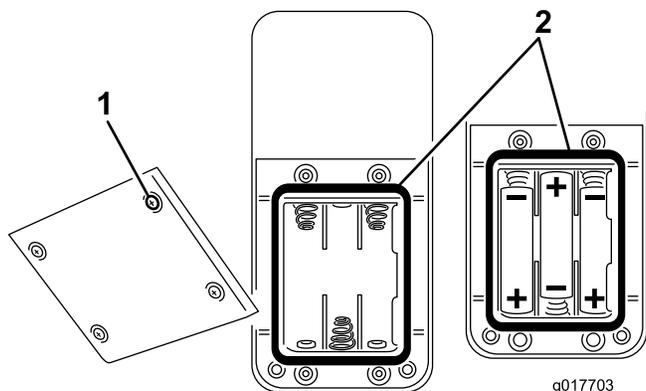

Bild 31
2. Legen Sie drei neue AAA-Batterien ein, wenn Sie Batterien in ein leeres Batteriefach einsetzen. Achten Sie auf die Ausrichtung der Batterien, wie in Bild 31 dargestellt.
3. Wenn Sie alte Batterien auswechseln, entfernen Sie die alten Batterien und legen drei neue AAA-Batterien ein. Achten Sie auf die Ausrichtung der Batterien, wie in Bild 31 dargestellt.